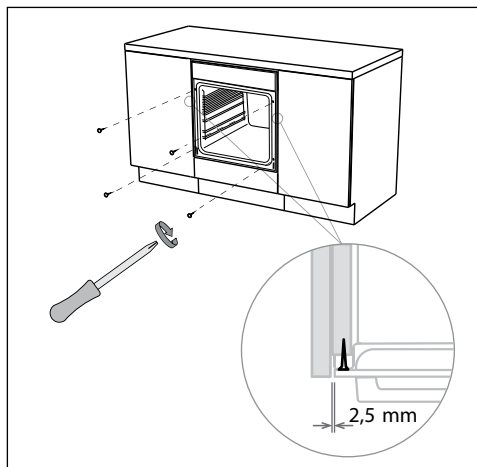

Figura 1 Fissaggio del forno all'armadietto
- Usare le viti fornite in dotazione per fissare il forno agli armadietti. Non serrare eccessivamente le viti. (Vedere la figura 1)